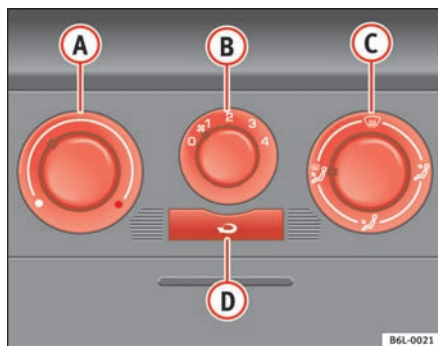

Fig. 86 På instrumentpanelet: betjeningslementer til varmeanlæg
- Du kan indstille temperatur, luftfordeling og blæsertrin ved hjælp af kontakterne ⇒ fig. 86 **A**, **C** og **B**.